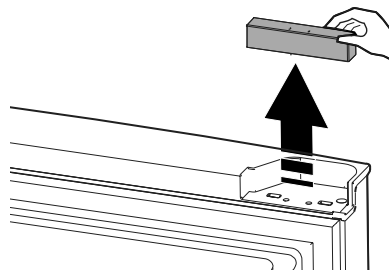

Figure 3
- 4 Retirez l'aimant du commutateur à lames du coin de la porte du réfrigérateur et mettez-le de côté (voir Figure 3).